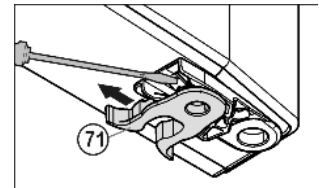

Fig. 9
- ▶ переставить пружинный зажим Fig. 9 (71): Нажать вниз язычок защелки, снять с него пружинный зажим.